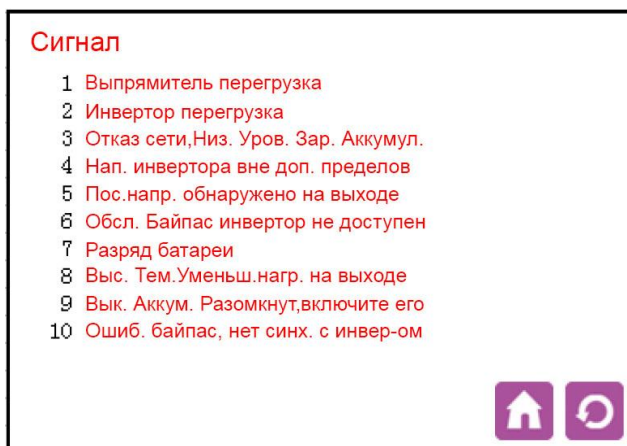

Рисунок 5.7 Сигналы аварии
- Экран 3.7 «Авария» экран 4.0 рис.5.7